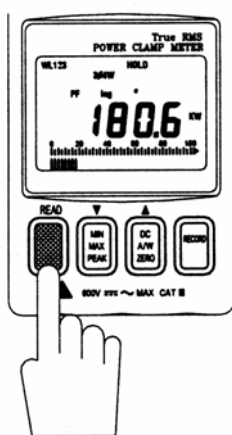

Рис. 10
4. Прибор обработает эти три результата, и на экране появится общий результат мощности трехфазного 4-проводного электроприемника (см. рис. 10) и символ WL_{123} (см. рис. 10). В этот момент результат сохраняется в память.